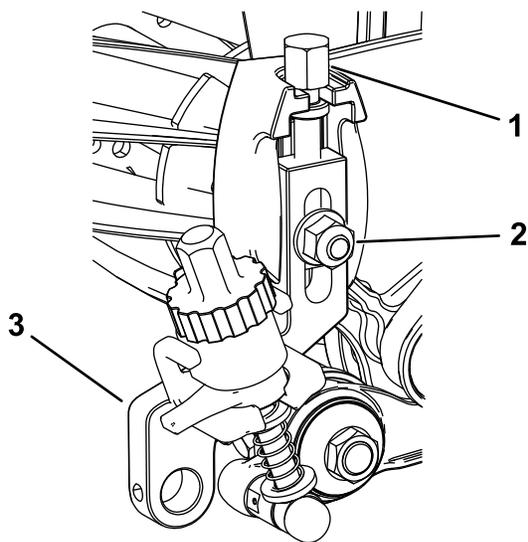

Figure 21
1. Vissez les vis de réglage de hauteur de coupe retirées précédemment au sommet des ensembles de hauteur de coupe (Figure 21).
2. Montez les ensembles de hauteur de coupe sur les plaques latérales de l'unité de coupe à l'aide du boulon de charrue, de l'écrou et de la rondelle spéciale retirés précédemment (Figure 21).